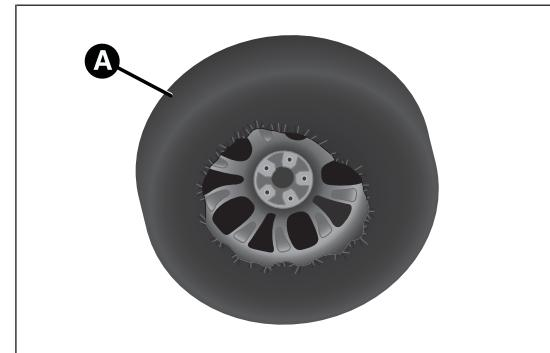

fig. 40
- inserire la ruota forata all'interno dell'apposita saccia A fig. 40.